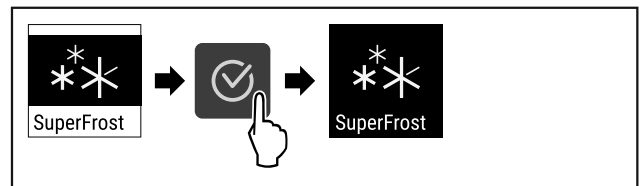

Fig. 65
- ▶ Vykonajte kroky akcie (pozri Fig. 65) .